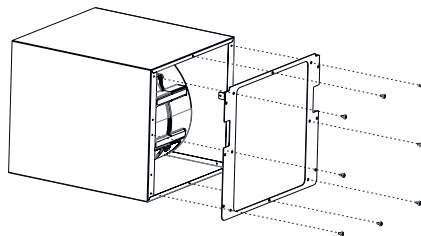

Fig. 15
6. ▶ Fjern adapter rammen på motorkabinettet med 8 stk. 3,5x6,5 skruer (Fig. 15).